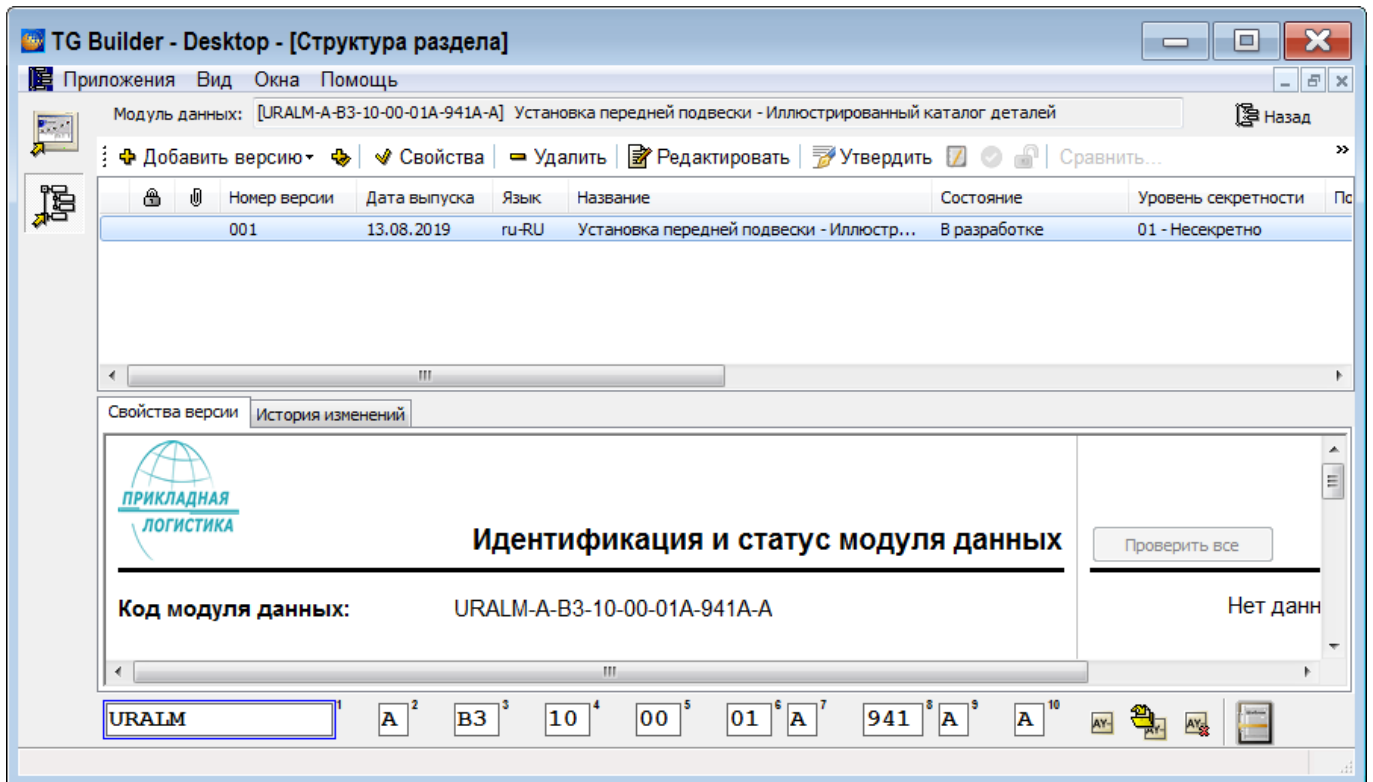

Рисунок 430
3) При необходимости введите причину добавления новой версии и отредактируйте параметры версии МД, присвоенные по умолчанию (рисунок 430).